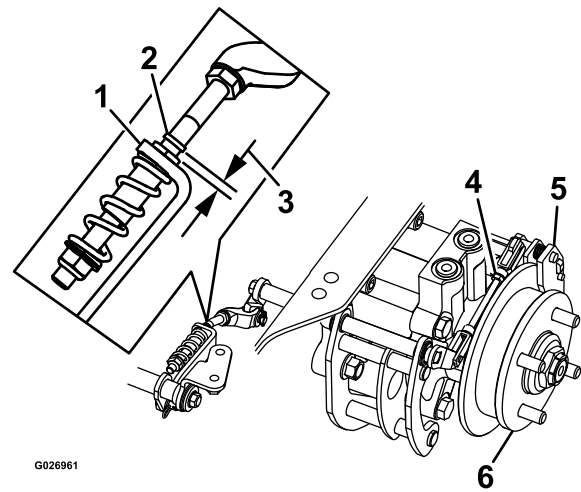

Figura 70
8. Compruebe si hay un espacio visible entre la escuadra y el tope del acoplamiento (Figura 70).